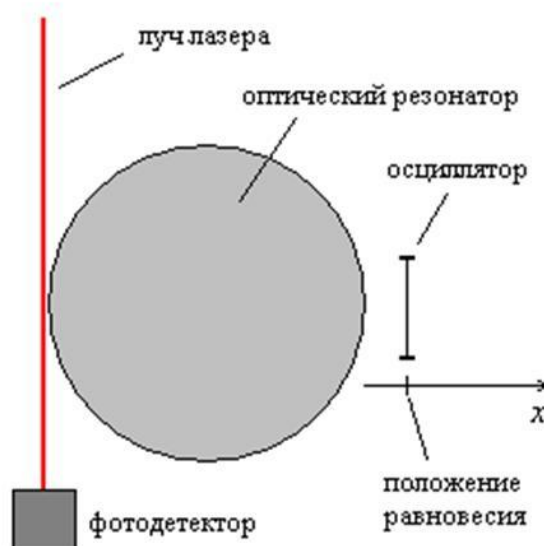
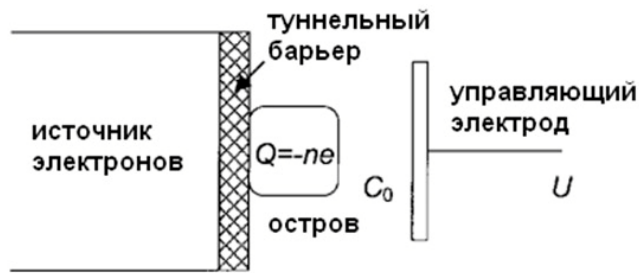

Рис. 2. Схема измерения малых смещений осциллятора
Рис. 1. Электронный ящик. Принципиальная схема.
Для измерения малых смещений осциллятора от положения равновесия предлагается следующая схема. Имеется цилиндрический (дисковый) или тороидальный оптический резонатор с внешним радиусом, приближённо равным $R = 30$ мкм, сделанный из кремния (рис. 2). К резонатору подводят луч лазера с длиной волны 1550 нм (полоса прозрачности кремния). В резонаторе могут возникнуть стоячие волны, соответствующие модам «шепчущей галереи», если частота какой-либо моды близка к частоте излучения лазера. Поднесём к резонатору какое-нибудь тело (например, наноосциллятор, см. рис. 2). Тело будет взаимодействовать с ближним полем моды «шепчущей галереи» в резонаторе. В
Рис. 2. Качественный вид зависимости среднего (по квантовому состоянию) заряда острова от напряжения на управляющем электроде при низких температурах ($T \rightarrow 0$). Заряд измеряется в единицах, равных заряду электрона.
На рис. 1 показана схема простейшего одноэлектронного устройства – электронного ящика. Изменяя потенциал U управляющего электрода относительно острова, можно менять заряд острова Q , который приближённо равен заряду электрона, умноженному на количество избыточных электронов, перешедших на остров под действием электростатического поля. Пусть C_0 – ёмкость между управляющим электродом и островом, C – полная ёмкость острова, T – температура системы. При достаточно низких температурах T зависимость заряда острова от потенциала U имеет вид, показанный на рис. 2.
1. В файле ответов объясните, почему зависимость заряда острова от напряжения на управляющем электроде имеет такой вид (рис. 2). Чему равны значения напряжения и заряда в характерных точках на графике (напряжение в начале каждой новой «ступеньки» и заряд на «ступеньке»? Сформулируйте условие «малости» температуры T . Каким будет вид той же зависимости при более высоких температурах? (3 балла)